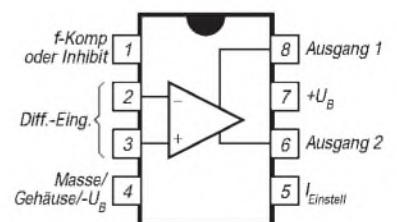

Bild 3: Pinbelegung beim Plastik-DIP
Das Übersprechen vom Sender (TX) zum Empfänger (RX) ist frequenzabhängig. Wird eine Breitbandendstufe überbrückt, wie beim SSB/CW-Allband-Portabeltransceiver [2] praktiziert und in Bild 3 verdeutlicht, ist zur Vermeidung einer Selbsterregung der Breitbandendstufe auch außerhalb der Nutzfrequenz für ein geringes TX/RX-Übersprechen zu sorgen. Dazu dienen in [2] drei PIN-Dioden, die im Sendefall nach Masse durchschalten.